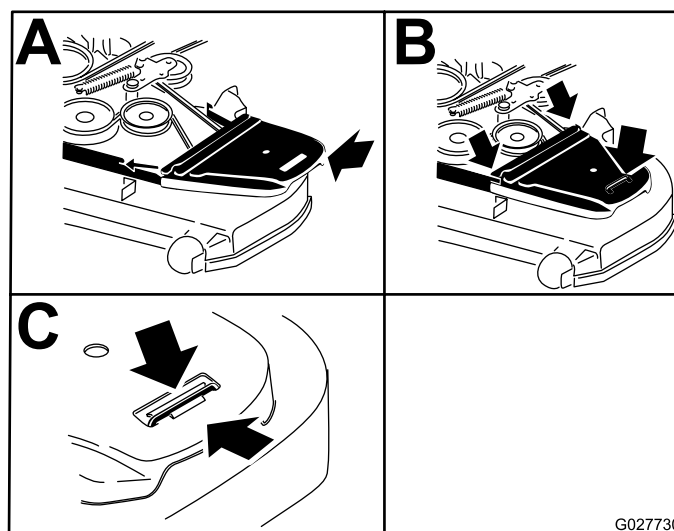

Bild 75
14. Bringen Sie die Riemenabdeckungen wieder an (Bild 75).